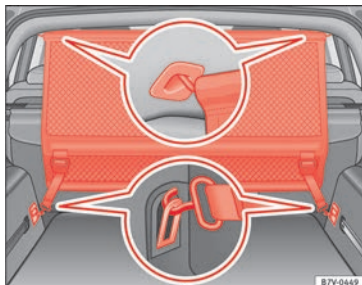

Fig. 167 Dans le coffre à bagages : mettre en place le filet de séparation derrière la deuxième rangée de sièges.
- Accrochez le filet de séparation au support arrière gauche du pavillon » » fig. 167. Veillez pour cela à guider la barre depuis la partie supérieure vers le bas.
- Fixez les deux crochets du filet de séparation sur les sangles avant du coffre à bagages » » fig. 167 puis tendez les ceintures.
- Accrochez le filet de séparation au support avant gauche du pavillon » » fig. 167. Veillez pour cela à guider la barre depuis la partie supérieure vers le bas.
- Libérez les crochets du filet de séparation des œillets » » fig. 167.
- Décrochez le filet de séparation du support droit du pavillon » » fig. 167 en appuyant sur la barre.